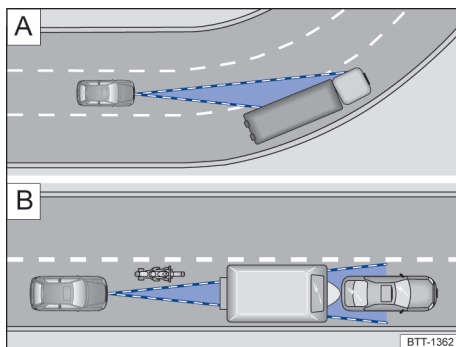

图 91 **A** 转弯行驶；**B** 车辆在雷达传感器的探测范围之外
雷达传感器总是进行直线探测。因此可能会突然识别到急转弯中的车辆或无法识别到前方车辆 → 图 91 A。
- 车辆在传感器范围以外且在本车附近的区域行驶，例如：摩托车 → 图 91 B。